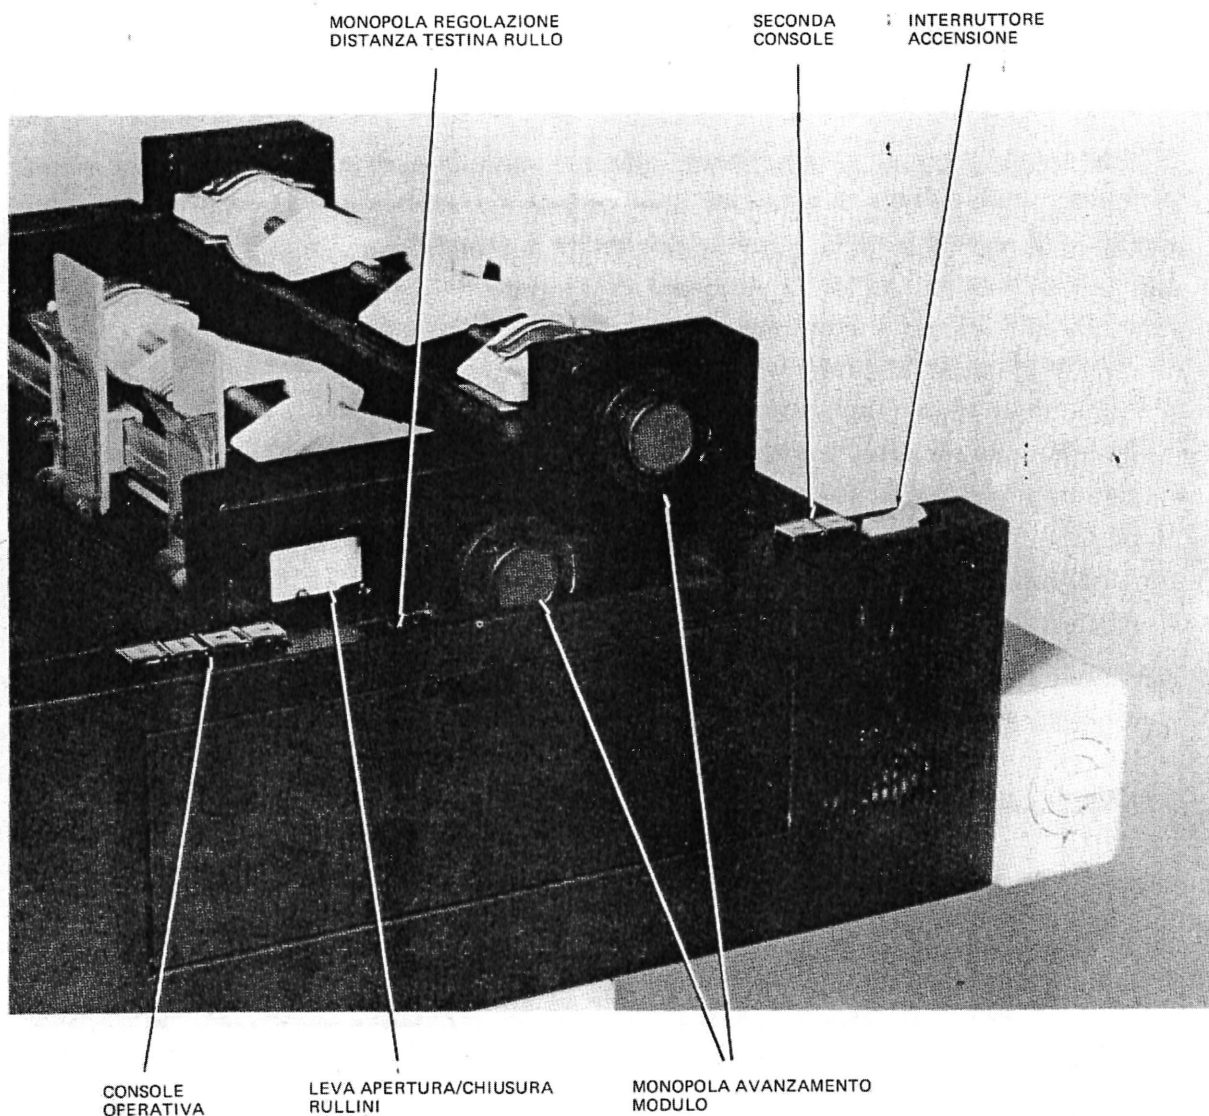

Figura 7.1. - Console operativa e comandi manuali
Nella parte anteriore destra delle stampanti è situata la console operativa, composta da tre tasti di comando e da un indicatore luminoso di ON - OFF (vedere figura 7.1.)
Se è presente il secondo sprocket opzionale SF 1201, la stampante è corredata di una seconda console specifica dotata di pulsanti di LINE e FORM - FEED che operano comandi analoghi a quelli descritti nel seguito per il primo sprocket (vedere figura 7.1.).
- L'interruttore generale di accensione, situato posteriormente sulla destra della macchina (vedere figura 7.1.), è usato per l'accensione della stampante (I-ON/O-OFF).
Le stampanti PR 1220 - 1230 - 1240 sono dotate di diversi comandi manuali per l'inserimento ed il corretto posizionamento dei moduli (vedere figura 7.1.).